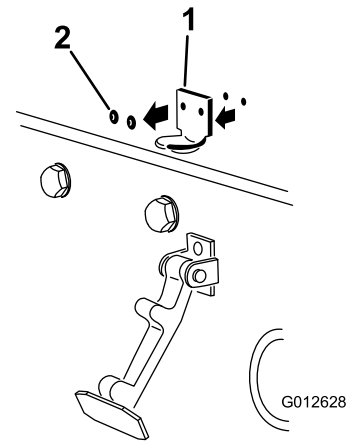

図 6
2. フードラッチブラケットをフードに固定しているリベット (2本) を外す (図 6)。フードからフード・ラッチ・ブラケットを取り外す。